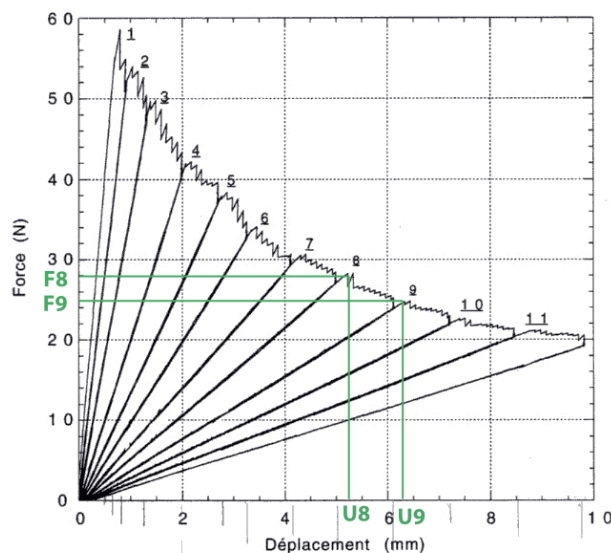

Fig. 2 : Courbe d'essai DCB.
Un essai de pelage DCB est réalisé sur une éprouvette de largeur $b=20$ mm et d'épaisseur $e_p=2$ mm. Des décharges sont réalisées régulièrement. On donne les valeurs d'efforts et de déplacements des deux points P8 et P9 de la figure 2 : $F_8 = 28$ N ; $F_9 = 25$ N ; $U_8 = 5,2$ mm ; $U_9 = 6,35$ mm.
- 3°) A partir des données de force, de déplacement et d'avancée de fissures, calculer le taux de Restitution d'énergie critique entre P8 et P9 de la figure 2.
- 4°) A partir de la courbe d'essai Fig. 2, donner une estimation en Joules, de l'énergie dissipée par le matériau lors de l'ensemble de cet essai.